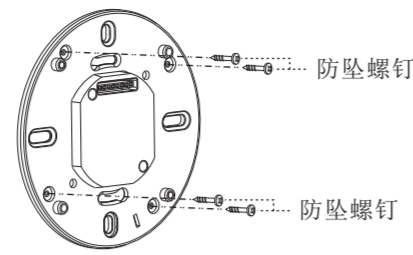

图 17
3.4.3.4 将 4 颗防坠螺钉插入感应器固定板上的对应螺孔，这 4 颗螺钉不会坠落，以便于后续安装（见图 17）。